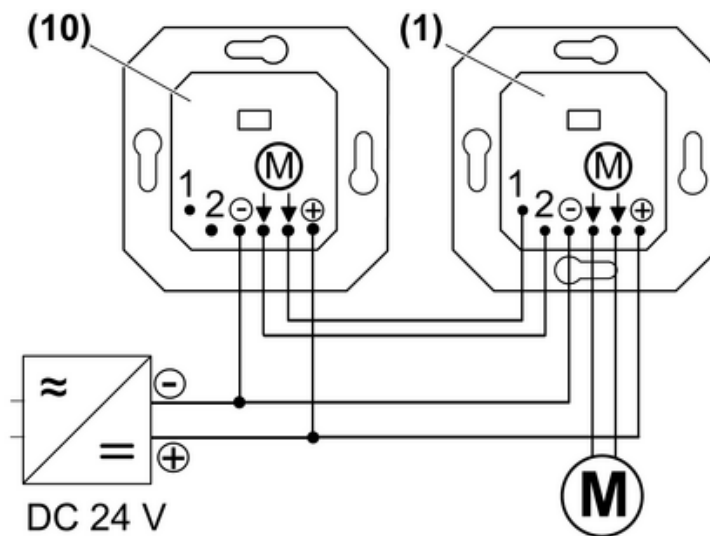
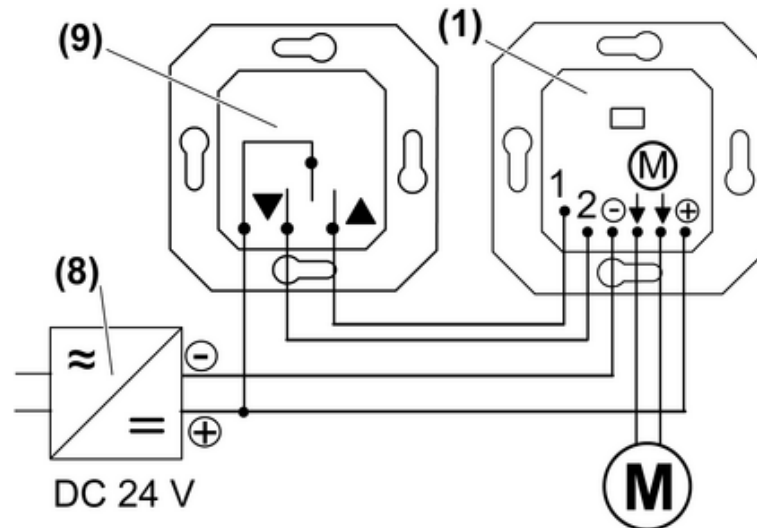
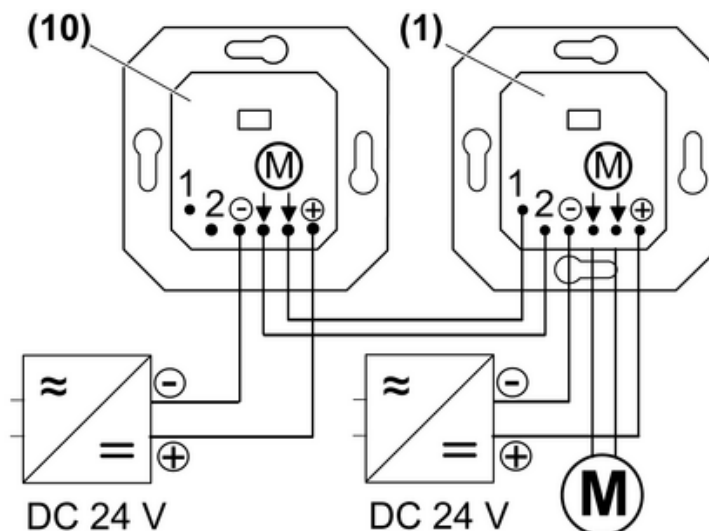

Bild 5: Einsatz mit weiterem 24-V-Einsatz als Nebenstelle
Bild 6: Anschlussplan Einsatz mit mechanischer Nebenstelle
Bild 7: Anschlussplan zwei Einsätze versorgt über zwei Netzgeräte
- Nebenstelle gemäß Anschlussplan (Bild 5), (Bild 6) oder (Bild 7) anschließen.